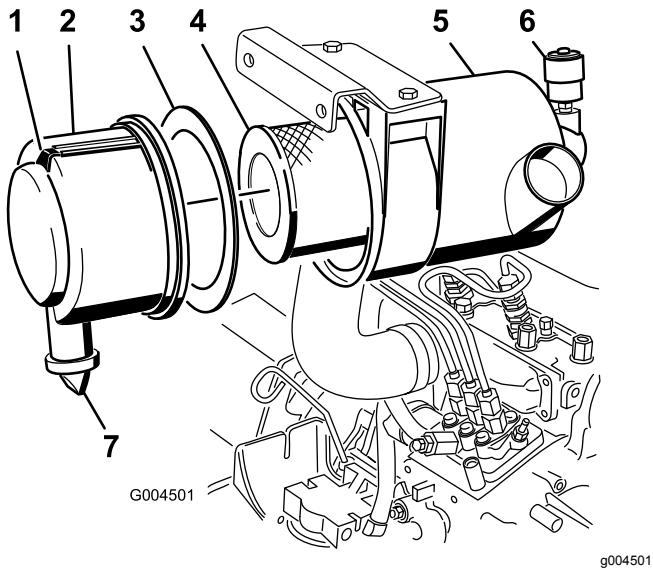

Figura 64
3. Revise el filtro del limpiador de aire cuando el indicador del limpiador de aire se vea rojo (Figura 64) o cada 400 horas (más frecuentemente en condiciones extremas de polvo o suciedad).
1. Tire hacia fuera del enganche y gire la tapa del limpiador de aire en el sentido contrario a las agujas del reloj (Figura 64).
2. Retire la cubierta de la carcasa del limpiador de aire (Figura 64).
4. Retire y cambie el filtro primario (Figura 64).
6. Asegúrese de que la junta de gomaespuma está colocada en la tapa y que no está desgarrada ni dañada (Figura 64).
- A. Retire la válvula de salida de goma de la cubierta (Figura 64).
10. Reinicie el indicador (Figura 64) si se ve rojo.